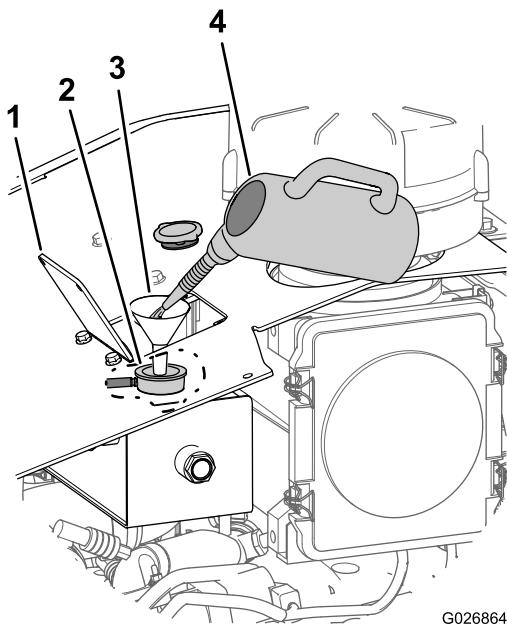

Figura 107
- B. Adicione uma solução para limpeza do sistema de arrefecimento ao sistema de arrefecimento através do tubo de enchimento do tanque de recuperação (Figura 107).